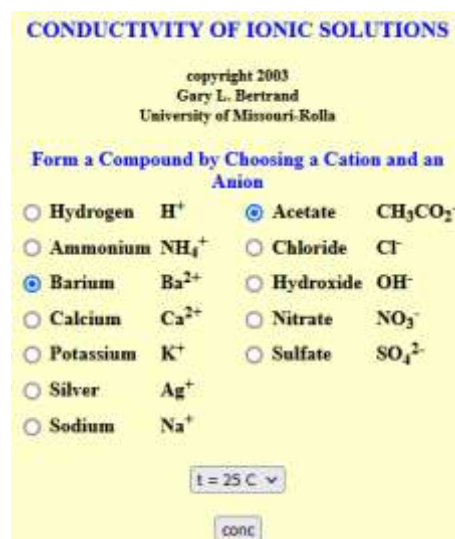

Figura 10. Simulador *Conductivity of ionic solutions*.
- Tome la lectura de conductividad en [ $\mu\text{S}$ ] y registre sus resultados en la tabla 1. Para ello, seleccione en el simulador el anión y el catión que correspondan y fije la temperatura en 25 [ $^{\circ}\text{C}$ ] (figura 10).